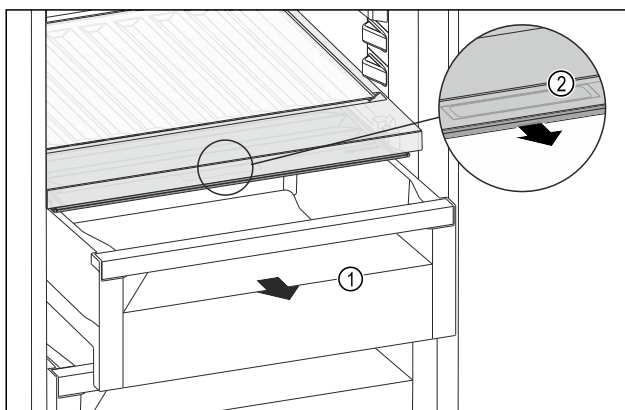

Fig. 158
- Estrarre il cassetto Fig. 158 (1).
- Afferrare la maniglia incassata Fig. 158 (2) sul coperchio dello scomparto e tirare allo stesso tempo in avanti il coperchio dello scomparto.